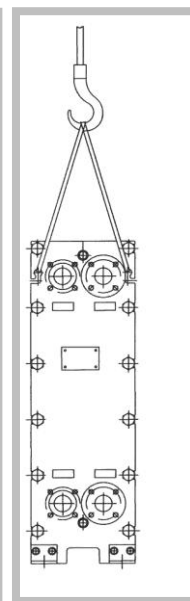

Рисунок 24
4. Осторожно опустить ПТО на ножки аппарата (Рисунок 24).